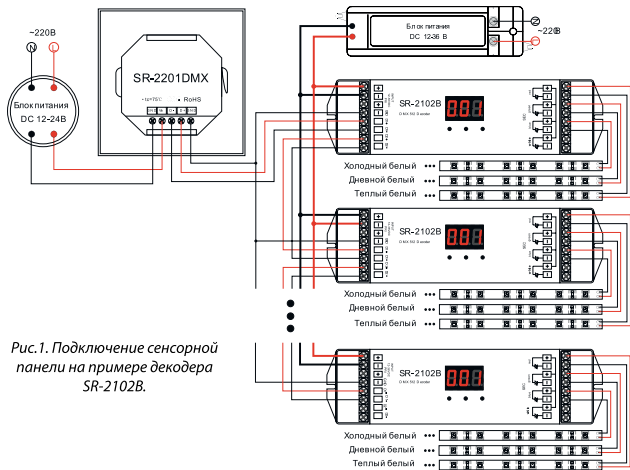

Рис.1. Подключение сенсорной панели на примере декодера SR-2102B.
- 3.2. Подключите провода от шины DMX к клеммам D+, D- и GND сенсорной панели (Рис.1). Соблюдайте полярность подключения проводов.